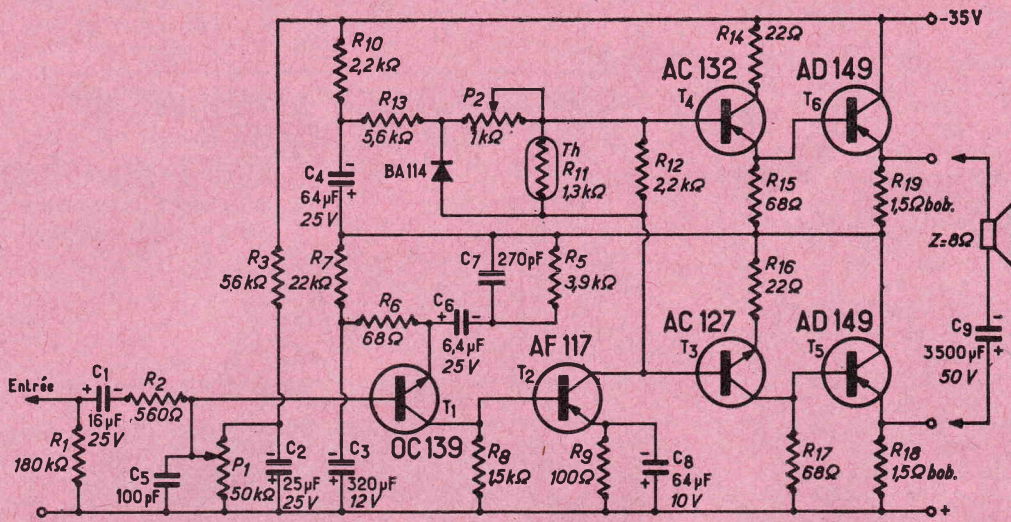

Fig. 2. — Schéma de l'un des deux amplificateurs de puissance
**VALEURS DES ELEMENTS DE L'AMPLIFICATEUR (fig. 2)**